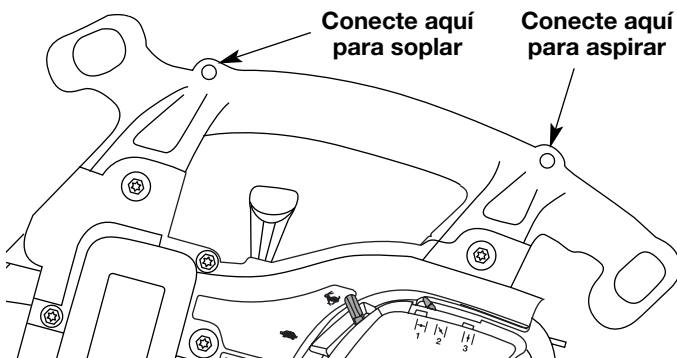

Fig. 8
- Encaje la abrazadera en los herrajes de soporte en la parte anterior o posterior de la manija. Abróchela a la parte anterior de la manija al usar la unidad como un soplador, y abróchela a la parte posterior de la manija al usar la unidad como una aspiradora (Fig. 8).